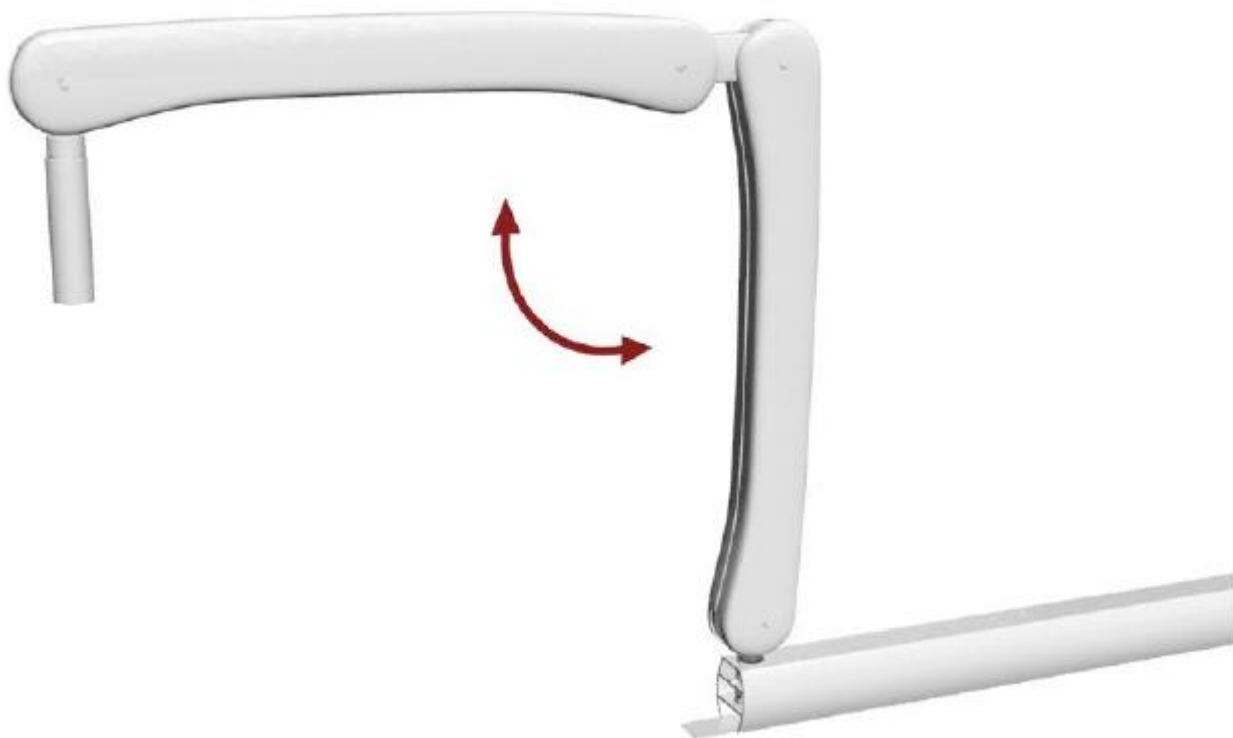

fig. 6
✓ Перед тем, как вставить моноблок (E) необходимо открыть двойной рычаг пантографа (C), как показано на рис. 6, во избежание его зажима весом моноблока.